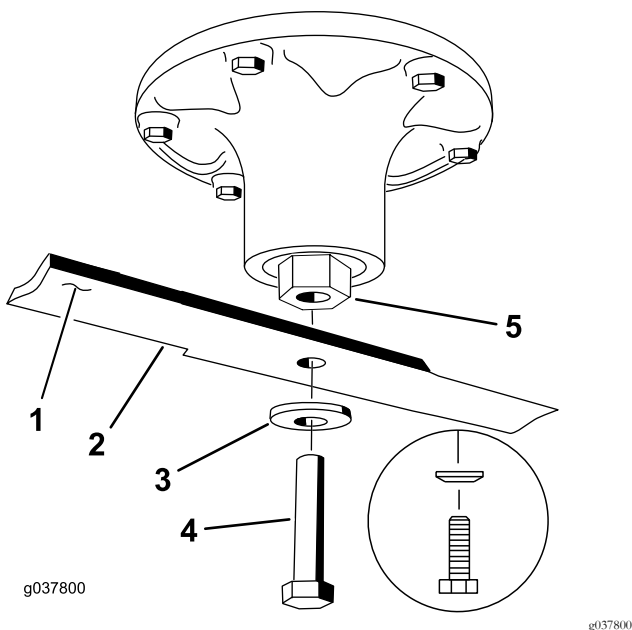

Bild 12
Wichtig: Der Windflügel des Messers (d. h. der nach oben gebogene Teil) muss zur Innenseite des Mähwerks zeigen (Bild 12).
1. Halten Sie die Spindelwelle mit einem offenen Schraubenschlüssel ($1\frac{1}{2}$ ") am Ende der Spindelwelle fest (Bild 12).
Hinweis: Der Konus der Federscheibe muss bei der Installation in Richtung Schraubenkopf zeigen (Bild 12).